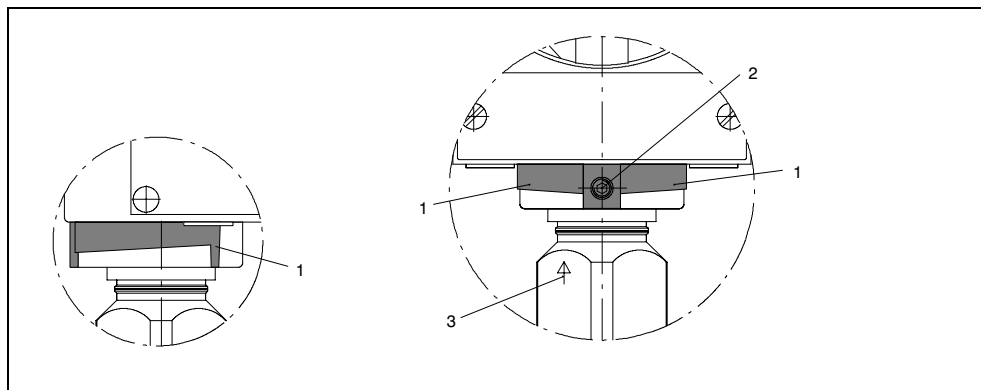

Figure 21 Plage de rotation de la cellule de mesure
La rotation est limitée! La plage de rotation (1, Figure 21, p. 43) est repérée au bas du boîtier électronique. Le col de la cellule de mesure présente un repère (3) qui doit rester dans la plage marquée lors de la rotation.
- Dévisser la vis de blocage (vis à six pans creux de 2,5 mm (2)).